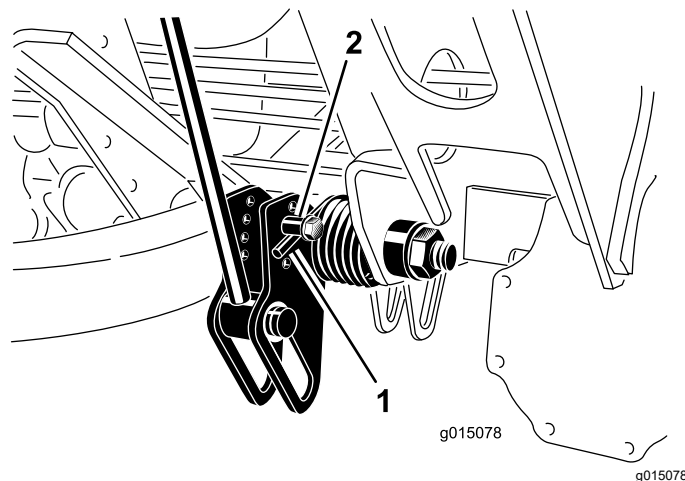

図 60
- 調整作業の最中に、スプリングのテンションが掛からないようにするため、スプリングの長い方の端にパイプなどを通してスプリングの力を殺しておく 図 60。
- スプリングのテンションをなくしたら、スプリングアクチュエータを固定しているボルトとロックナットを外す 図 60。